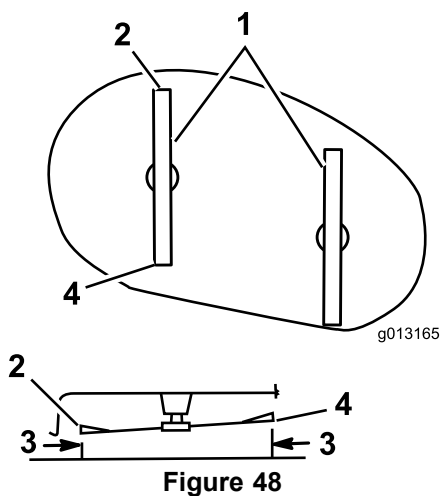

Figure 48
Tournez prudemment les lames pour faire passer les pointes avant à l'arrière (Figure 48).
7. Mesurez la distance entre la pointe avant de la lame gauche et la surface plane (Figure 48).